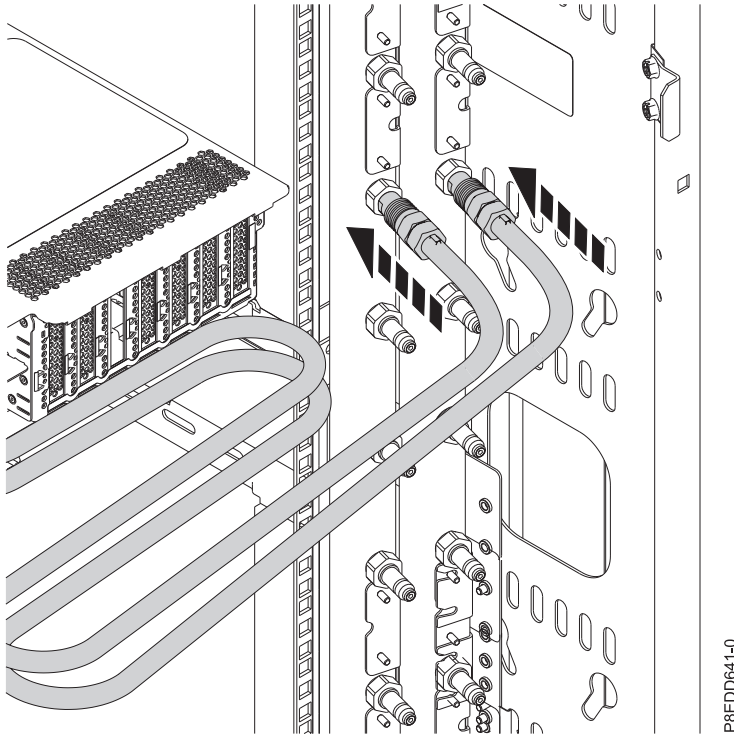

Figure 44. Raccordement des conduites d'eau
7. Dans le cas d'un système à refroidissement par eau, raccordez les conduites d'eau à l'arrière de l'armoire au collecteur (voir figure 44). Veillez à brancher la conduite équipée du raccord mâle sur le raccord femelle du collecteur, et la conduite munie du raccord femelle sur le raccord mâle du collecteur.